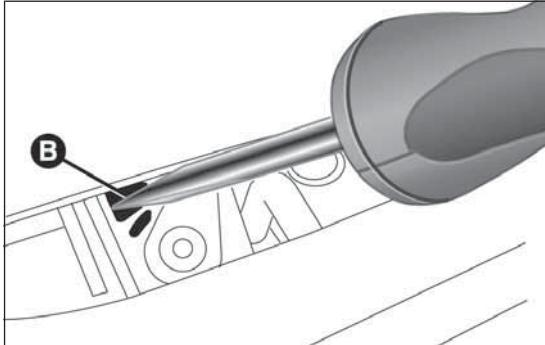

fig. 82
- introdurre successivamente il cacciavite nella sede B fig. 82 in modo da far scattare la linguetta di sblocco del bagagliaio.